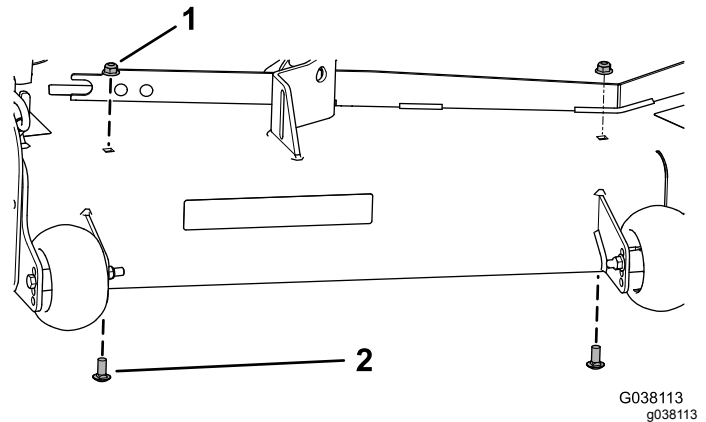

Figure 32
- Retirez les 2 écrous à embase (3/8") et les 2 boulons de carrosserie (3/8" x 7/8") existants du plateau de coupe (Figure 32).